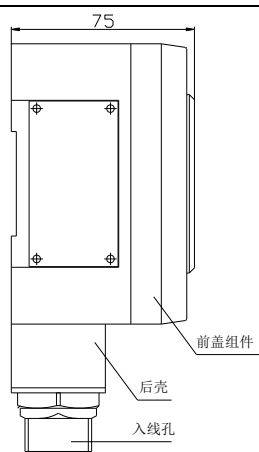

图 3-2 侧面图
- 1) LD2000ED 手动火灾报警按钮由“前盖组件”和“后壳”两部分组成(如图 3-2 所示)；从包装中取出后用内六角扳手将外壳面板上四个内六角螺钉取下，打开并取出带有线路板的后壳，将前盖组件部分暂时保存于包装盒中。